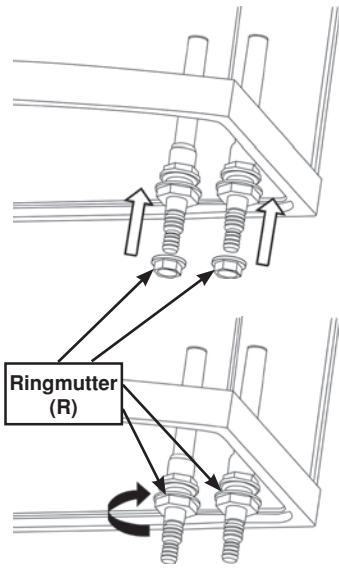
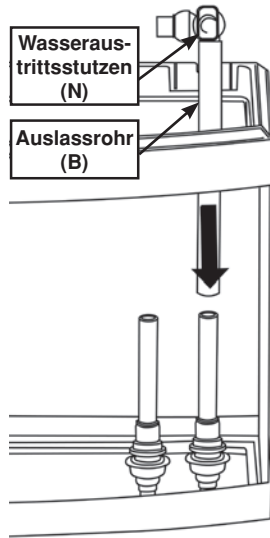

Abb. 3
Abb. 4
3. Öffnen Sie den Schrank. Drehen Sie die Ringmutter (R) auf das untere Ende des Verbindungsrohres (A) und befestigen Sie die Ringmutter (Abb. 3).
4. Schieben Sie den Wasseraustrittsstutzen (N) in das eine Ende des Auslassrohres (B).
5. Schieben Sie das Auslassrohr (B) auf das Verbindungsrohr (A) (Abb. 4).
6. Stellen Sie die Höhe des Wasseraustrittsstutzens Ihren Bedürfnissen gemäß ein, indem Sie das Auslassrohr (B) über das Verbindungsrohr (A) schieben.
7. Sie können die Wasseraustrittsstutzen (N) ganz leicht drehen, um den Wasserfluss in die gewünschte Richtung zu lenken
3. Öffnen Sie den Schrank. Drehen Sie die Ringmutter (R) auf das untere Ende des zweiten Verbindungsrohres (A) und befestigen Sie die Ringmutter (Abb. 3).